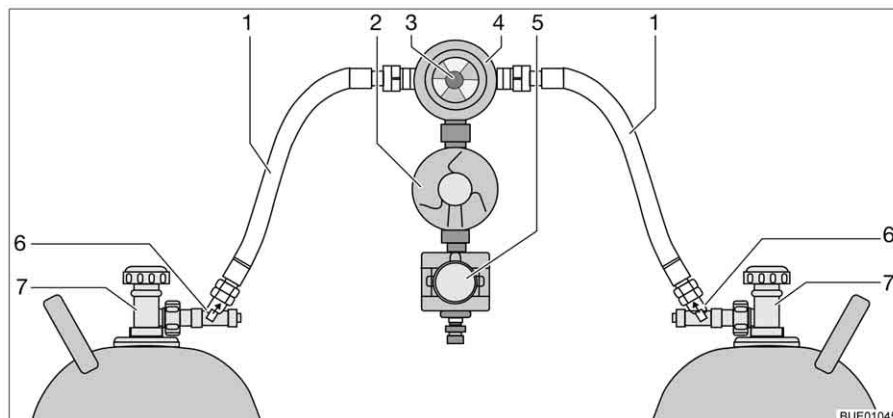

Fig. 100 Impianto di commutazione Crash Protection Unit
La Crash Protection Unit consiste di due limitatori di flusso con sblocco manuale (Fig. 100,6), di una valvola di commutazione (Fig. 100,4) con regolatore di pressione (Fig. 100,2), di una elettrovalvola (Fig. 100,5) e di una centralina di controllo con LED a tre colori. La valvola di commutazione viene montata tra i due tubi del gas (Fig. 100,1).
Con la manopola (Fig. 100,3) sulla valvola di commutazione è possibile stabilire, quale delle bombole del gas viene utilizzata come bombola in uso e quale bombola del gas viene utilizzata come bombola di riserva.
Sulla centralina di controllo (Fig. 101) possono venire azionate solo le funzioni elettriche. Le valvole principali di arresto delle bombole del gas (Fig. 100,7) e gli sblocchi (Fig. 100,6) devono essere aperti a mano.
- Aprire le valvole principali di arresto delle bombole del gas (Fig. 100,7).
- Premere gli sblocchi (Fig. 100,6) uno dopo l'altro per 10 secondi.
- Con la manopola (Fig. 100,3) sulla valvola di commutazione (Fig. 100,4) selezionare la bombola del gas, da cui proviene la principale alimentazione del gas (bombola in uso).
- Chiudere le valvole principali di arresto delle bombole del gas (Fig. 100,7).